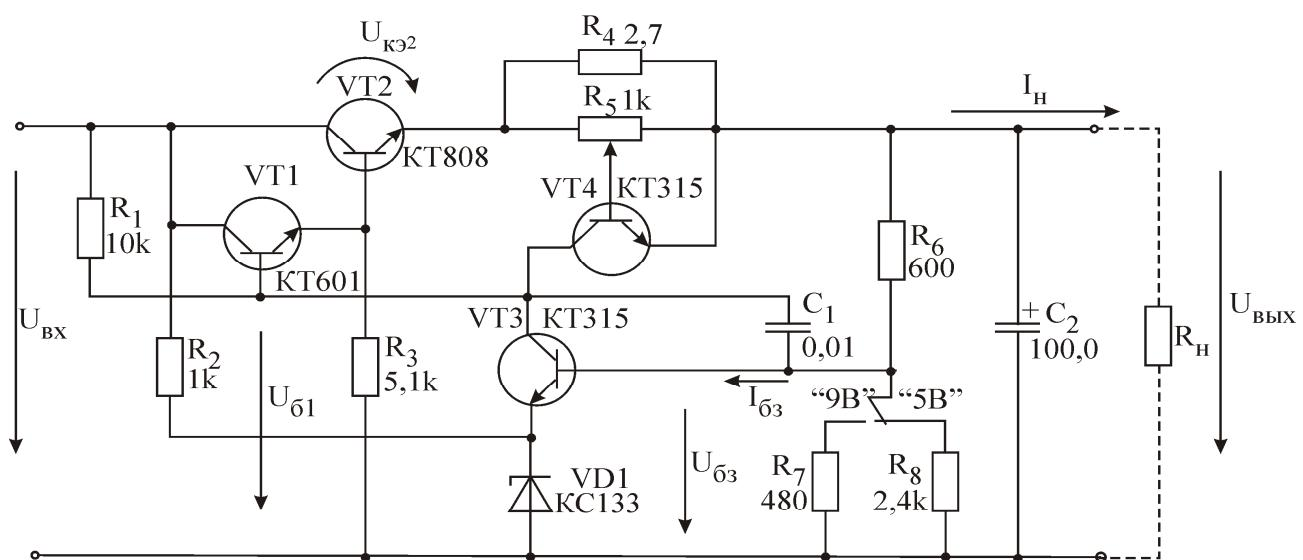

Рис. 4.4. Стабилизатор напряжения непрерывного действия
Пример электрической принципиальной схемы компенсационного стабилизатора непрерывного действия (другое его название - линейный стабилизатор) приведен на рис. 4.4. Это – один из стабилизаторов, исследуемых в лабораторной работе. Узел сравнения в этом стабилизаторе состоит из параметрического стабилизатора (стабилитрон VD1 и резистор R_2) и резистивного делителя R_6, R_7, R_8 . Усилителем разностного напряжения служит усилительный каскад с общим эмиттером на транзисторе VT3 и резисторе R_1 . Узел защиты собран из транзистора VT4 и резисторов R_4, R_5 . В качестве регулирующего элемента используется составной транзистор VT1, VT2.
3.1. Изобразите в отчете схему линейного стабилизатора напряжения (рис. 4.4). Под схемой запишите логические диаграммы ее работы.